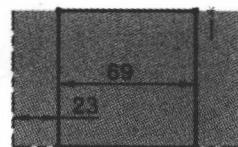

图 1.9 截面草图
② 进入草图环境，绘制图 1.9 所示的截面草图。
③ 选择下拉菜单**任务(T)** → **完成草图(F)**命令（或单击**完成草图**按钮），退出草图环境。
(3) 确定拉伸开始值和结束值。在“拉伸”对话框**限制**区域的**开始**下拉列表中选择**值**选项，并在其下的**距离**文本框中输入值 0；在**限制**区域的**结束**下拉列表中选择**值**选项，并